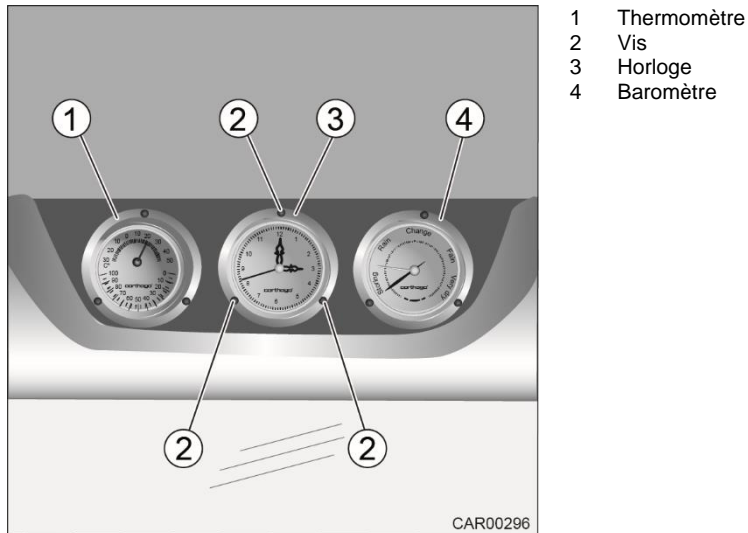

Fig. 191 Set d'horloges nautiques
1. À l'aide d'un tournevis, dévisser les 3 vis (Fig. 191/2) du recouvrement.